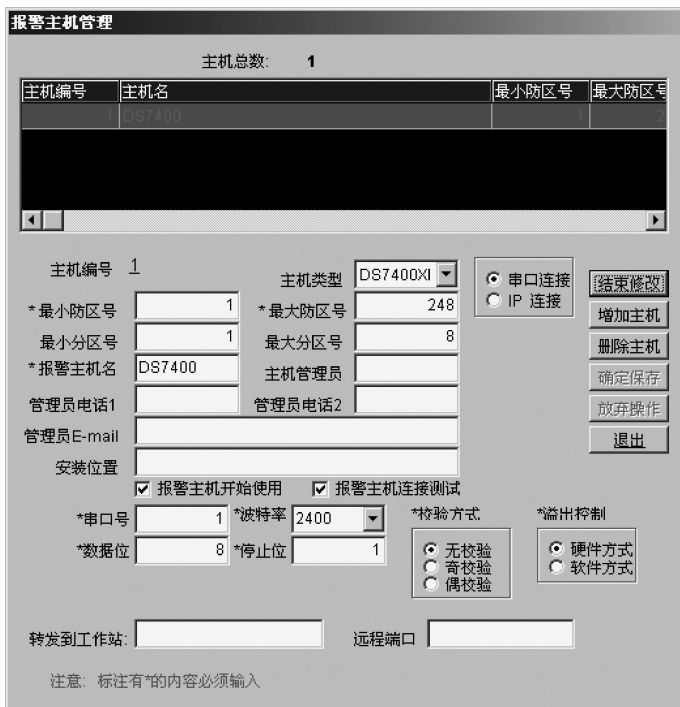

图 1-38 入侵报警控制器管理界面
(1) 增加入侵报警控制器并设置参数。单击工具栏上的“入侵报警控制器设置”按钮,启动入侵报警控制器管理界面,如图 1-38 所示。